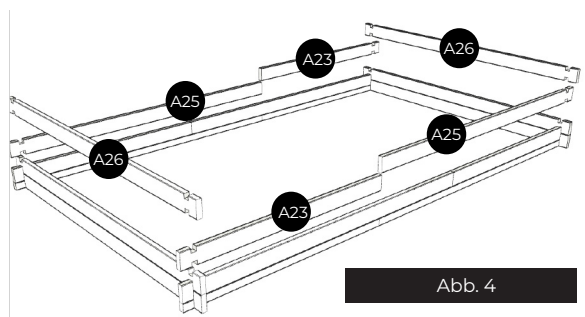

Abb. 4
**3. REIHE BRETTER:** Positionieren Sie die Bretter der dritten Reihe gemäß Abbildung 4. Die Lage der Auslassdüse und des Skimmers muss bereits zu Beginn des Aufbaus festgelegt werden (siehe die entsprechenden Abschnitte).